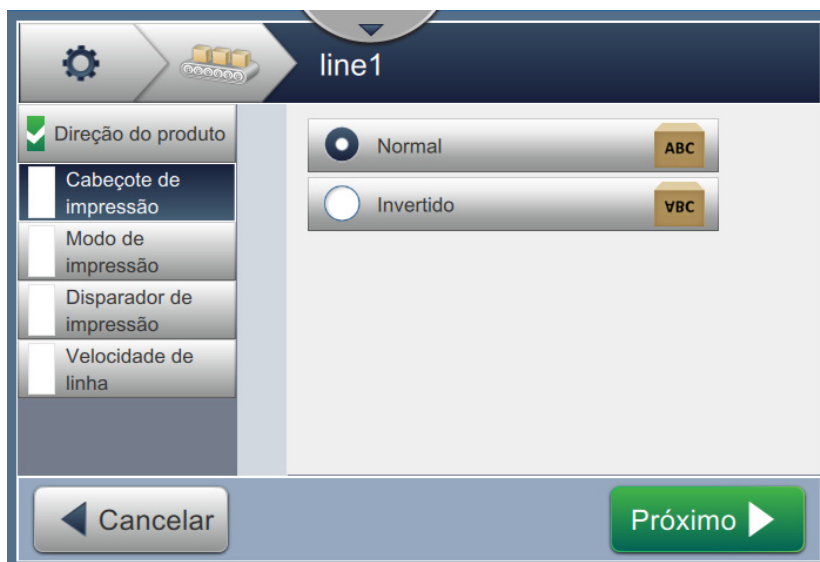

Figura 6-29: Definição de linha – Orientação do cabeçote de impressão
1. Selecione a orientação do cabeçote de impressão, como mostra a Figura 6-29.